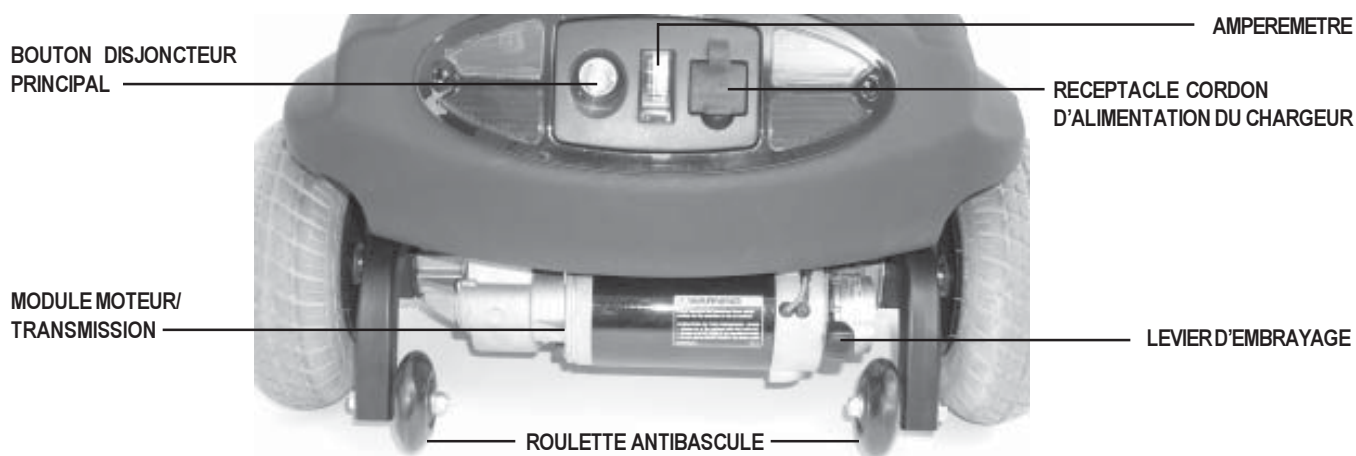

Figure 6. Section arrière
La section arrière de votre scooter abrite les batteries, le chargeur à batteries (non-montré), le réceptacle du cordon d'alimentation, le bouton du disjoncteur principal, le module moteur/transmission et le levier d'embrayage. Voir la figure 6.
Lorsque les batteries sont faibles et que la demande est excessive (lourde charge ou pente forte) le disjoncteur peut se déclencher pour éviter d'endommager les composants électroniques et le moteur. Voir la figure 6.
- Le levier d'embrayage est située à l'extrémité droite du moteur dans la section arrière du scooter. Voir figure 6.
Les roulettes antibascule sont une composante de sécurité importante de votre scooter. Ne jamais, sous aucune considération, enlever les roulettes antibascule de votre scooter. Voir la figure 6.